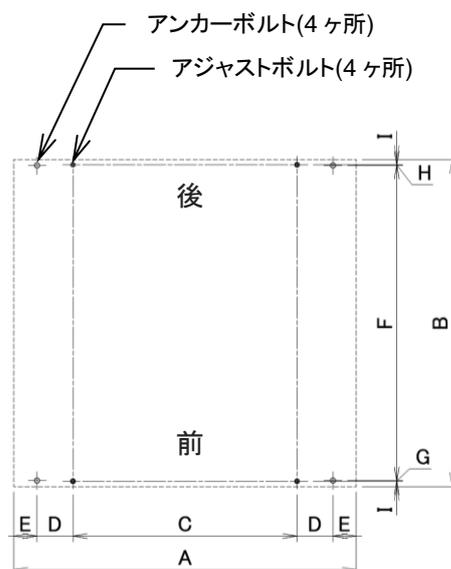

図 4-2
- 1) 機械の据付は、機械自重による床荷重（ $580\text{kg}/\text{m}^2$ ）に充分耐えられる所で、かつ、水平な所であれば、特別な基礎工事の必要はなく、簡易基礎にて水平を出し、4本のアンカーボルトにて固定するだけで充分です。ただし、特に地盤の弱い所は、機械ベース図（図 4-2）を参照の上基礎工事